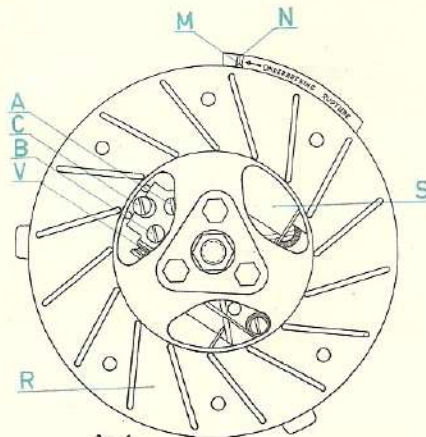

fig. 6
Deze vliegwieldynamo (fig. 6) bestaat uit:
Ter controle van de afstelling van de ontsteking moet men eerst het deksel van de vliegwielyndynamo afnemen. Daarna de rubberflap oplichten en het vlieg wiel (R) (zie fig. 6) met de hand draaien (in de normale draairichting, dus naar rechts) tot het aangegoten merkstreepje (M) op de rand van de rotor (R) precies samenvalt met het nokje (N) op de statorflens (S). Op dit moment moeten de contactpunten (V) juist beginnen van elkaar te gaan. Als dit niet het geval is moet men de schroeven A en B van de contacthouder een halve slag losdraaien en vervolgens de excentriek C draaien tot het punt, waarop de contacten beginnen van elkaar te gaan.